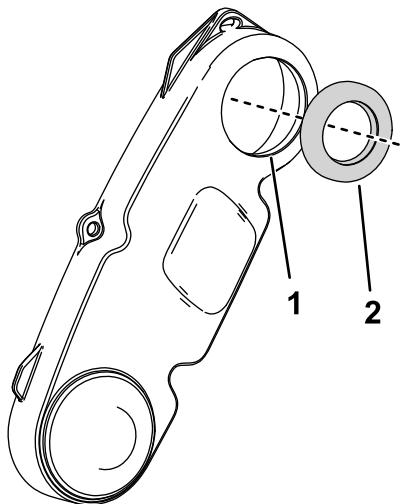

Рисунок 3
- Запрессуйте уплотнение в переднюю крышку привода барабана так, чтобы оно было расположено заподлицо с поверхностью крышки (Рисунок 3).